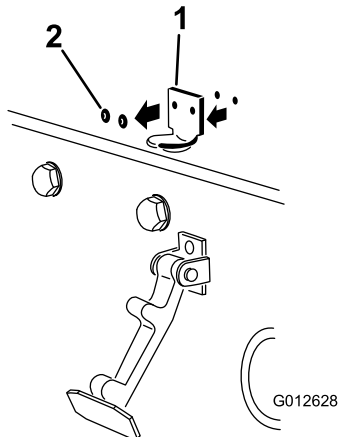

Figura 7
2. Retire os rebites (2) que prendem o suporte do trinco ao capot (Figura 7). Retire o suporte do trinco do capot.